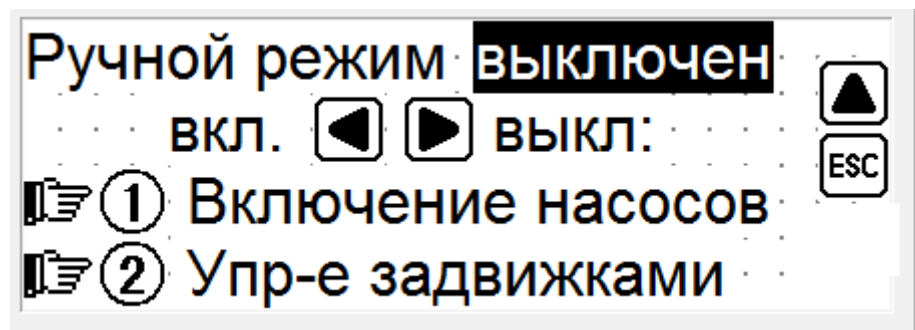

рис.15
3.15. Окно включения /выключения «Ручного режима» для управления насосами и задвижками. Для входа в режим нажимаем соответственно кнопку 1 или 2. Для возврата назад нажимаем кнопку «ESC. См. рис.15.